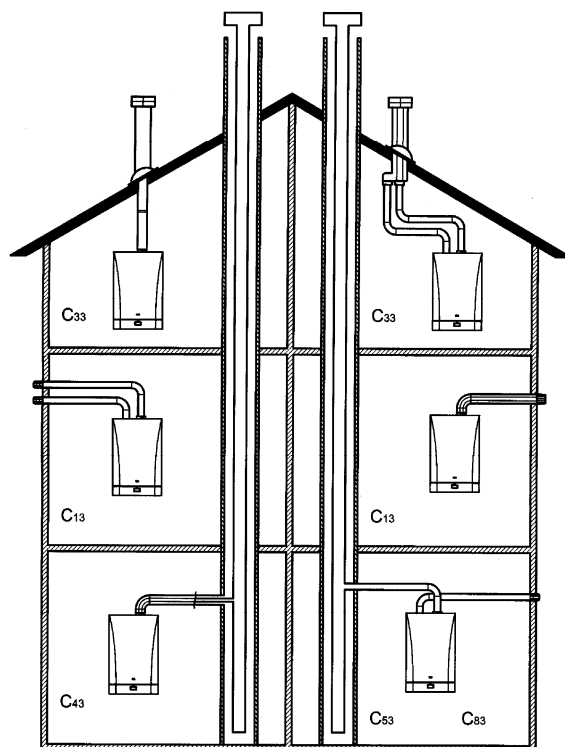

Рис. 7
12.1 Корректировка скорости вращения вентилятора в зависимости от длины вытяжных труб (рис.7).